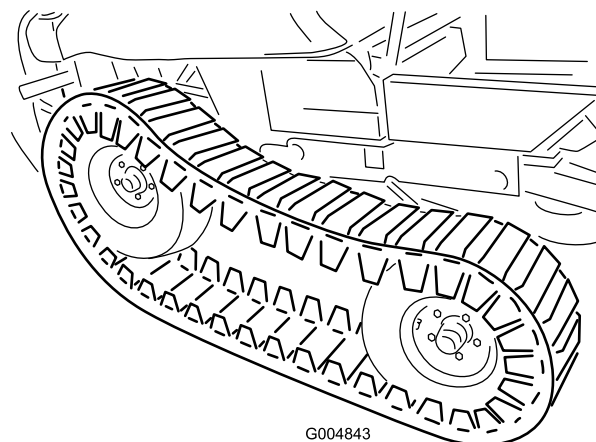

Figura 124
38. Ajuste el gato a una altura adecuada para instalar el neumático delantero. Con la ayuda de otra persona, eleve la parte delantera de la oruga lo suficiente para poder instalar cuidadosamente los neumáticos delanteros (Figura 124).